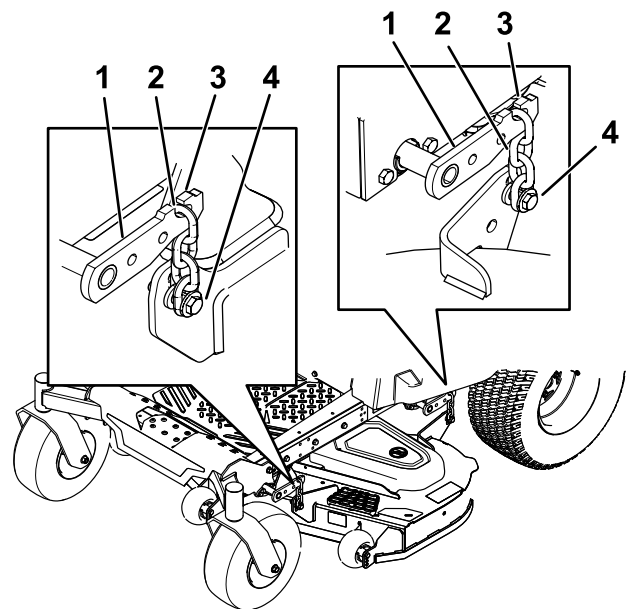

Figure 75
6. Vérifiez que les 4 chaînes sont tendues (Figure 75).
7. Resserrez les 4 boulons de réglage (Figure 75).
5. Desserrez les boulons de réglage aux 4 coins de sorte que le plateau repose bien sur les 4 cales (Figure 75).